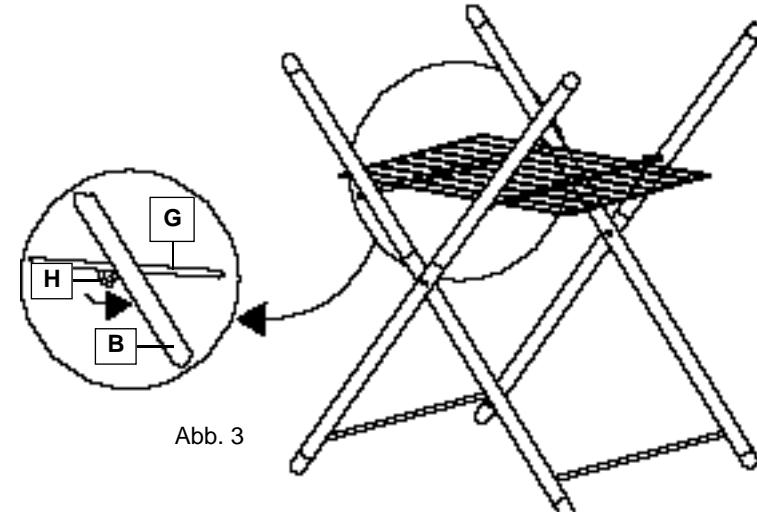

Abb. 3
- 4) Um das Gestell in der korrekten Position festzustellen, werden die Haken H des Rostes G an der Querverbindungsstange der äußeren Stange B befestigt. (siehe Abb. 3).